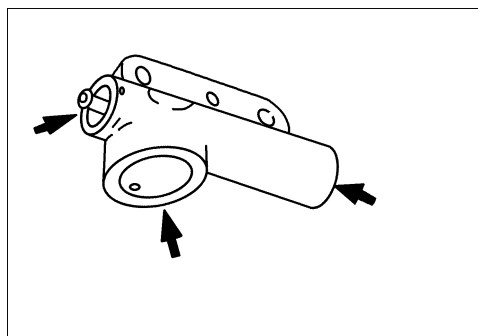

图 2-25 检查自动张紧器有无泄漏
① 如图 2-25 所示，检查自动张紧器有无泄漏，必要时更换新件。